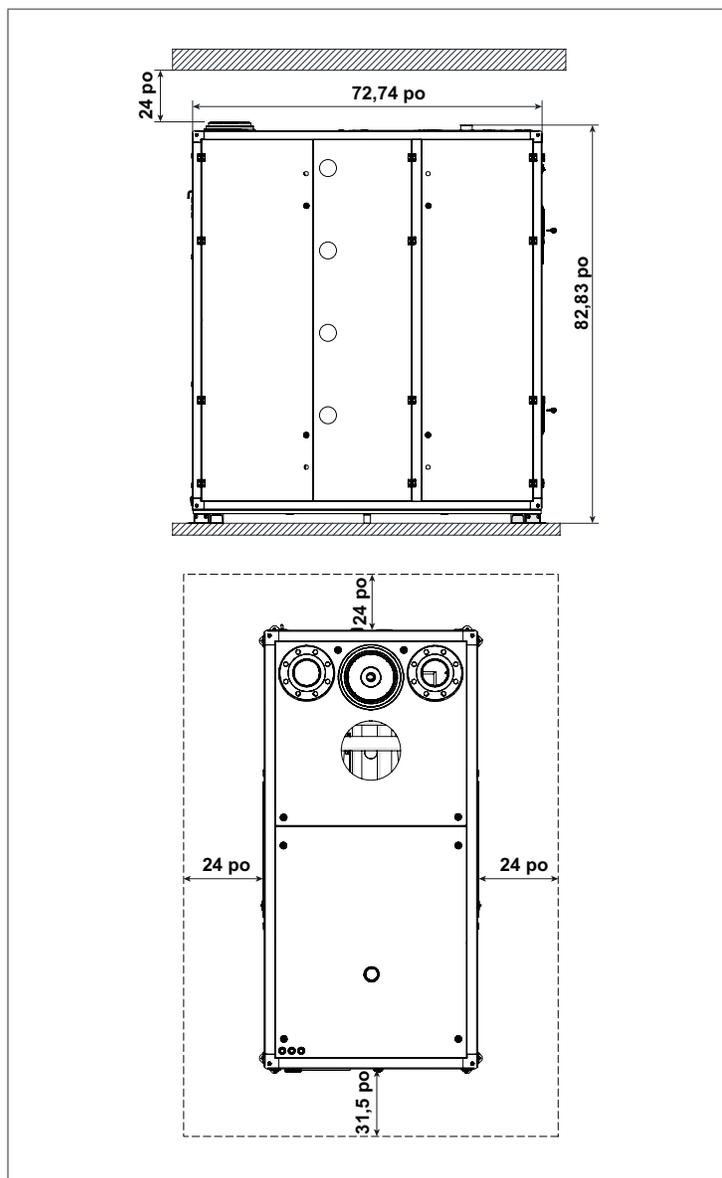

Fig. 3 Développements des chaudières Array AR 3000 et AR 3000
L'appareil doit être installé en respectant les dégagements prescrits pour l'entretien comme indiqué à la Fig. 3. Les dimensions de dégagement minimales exigées par **RIELLO** sont indiquées ci-dessous. Cependant, si les codes du bâtiment locaux exigent des dégagements supplémentaires, ces codes supplantent les exigences de **RIELLO**.
**⚠ MISE EN GARDE :** Alors qu'il est emballé dans le contenant de transport, l'appareil doit être déplacé par transpalette manuel ou par lève-palette **PAR LE CÔTÉ UNIQUEMENT** (consultez la Fig. 3).